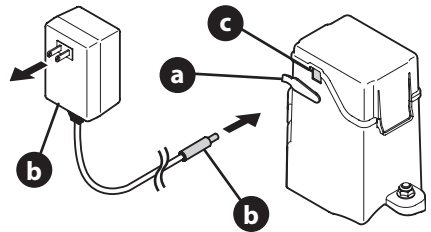

Figure 44
1. Soulevez le loquet du port de recharge (a) et branchez le connecteur mâle du chargeur (b) dans la prise (c). Voir Figure 44.